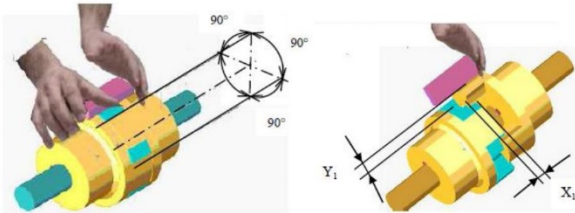
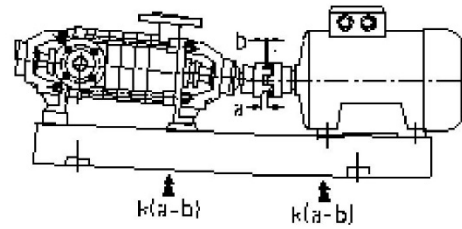
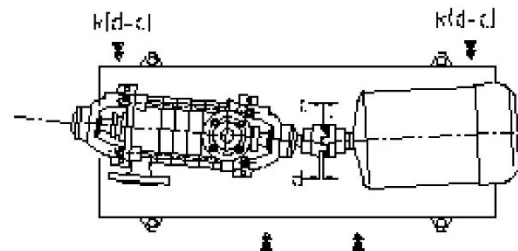

Рис. 11: Регулировка муфты в горизонтальной и вертикальной плоскости
Рис. 13: Угловая погрешность в вертикальной плоскости и коррекция (ОМК)
Рис. 15: Угловая погрешность в горизонтальной плоскости и коррекция (ОМК)
1. Смещение по параллельной оси (Рис. 11 - Рис. 13 - Рис. 15)